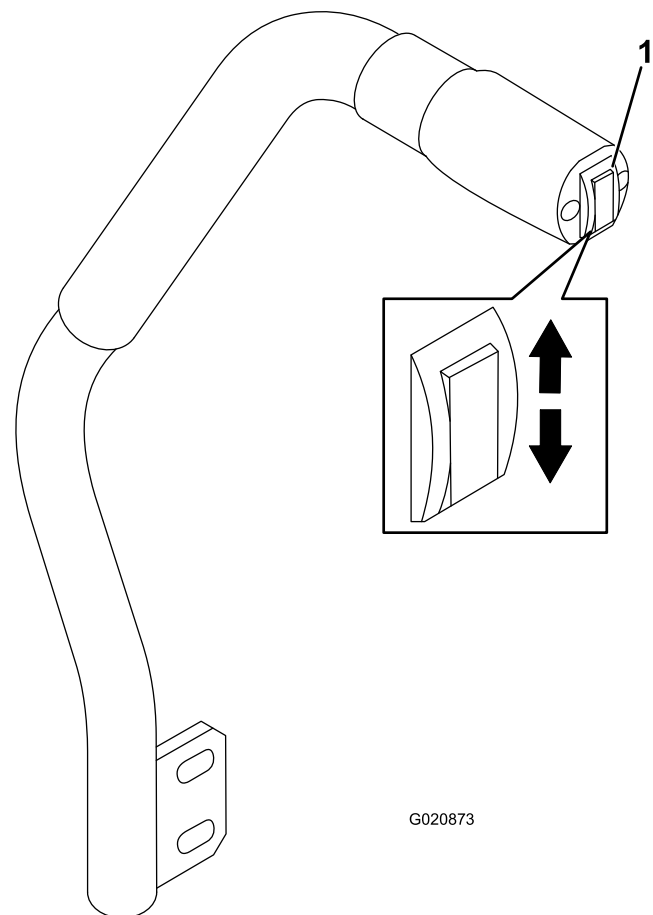

図 22
- カuttingユニットを下降させるには、スイッチを下に押す 図 22。
- デッキを上昇させるには、スイッチを上を押す 図 22。
デッキ昇降スイッチ 図 22は、カuttingユニットの上昇と下降を行うスイッチです。このレバーは、エンジンが掛かっていないと使用できません。
1. エンジンを始動し、デッキの昇降スイッチを上を押してカッティングユニットを一番高い位置まで上昇させたらすぐにスイッチから手を離す 図 22。